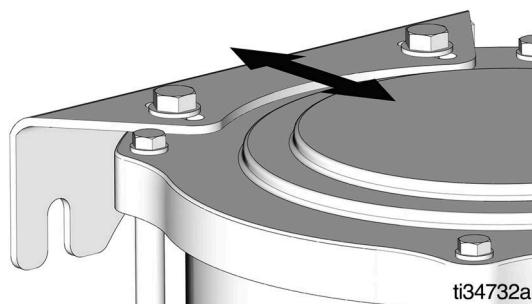

Рис. 5
- Для крепления G3 на монтажной поверхности используйте пять (5) крепежных деталей (входят в комплект поставки). Три (3) крепежные детали используются для нижнего кронштейна и две (2) крепежные детали - для верхнего кронштейна.
- Отрегулируйте верхний монтажный кронштейн, если необходимо, чтобы совместить кронштейн с монтажной поверхностью (Рис. 5).